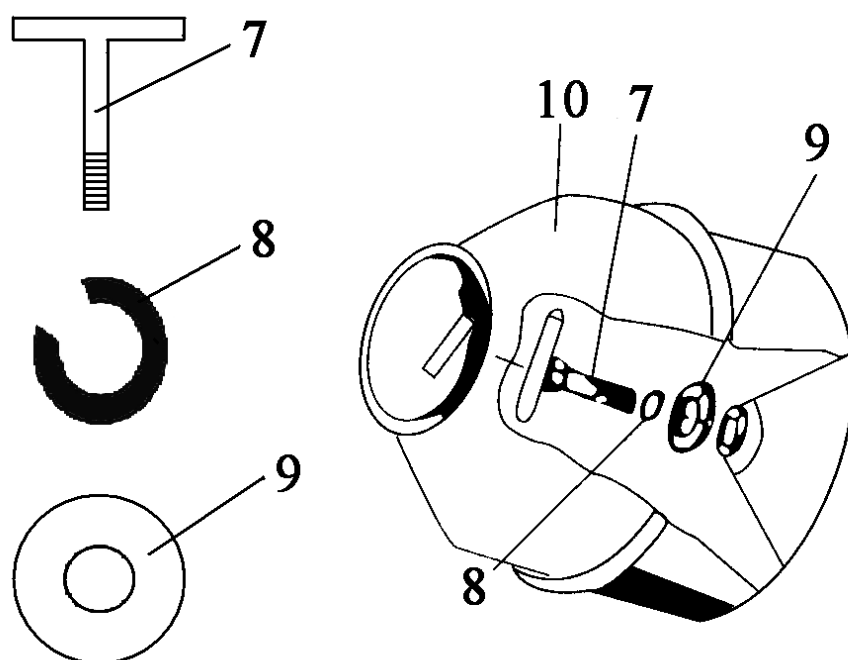

Рисунок 17
3. Установите барабан (10) на вал редуктора. Закрепите барабан Т-образным болтом (7), установив шайбу (9) и гровер (8) (Рисунок 17).